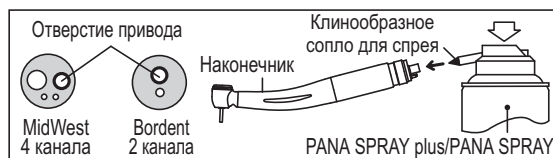

Рис. 7
- 1) Установите клинообразное сопло для спрея на баллон со спреем. (Рис.7).